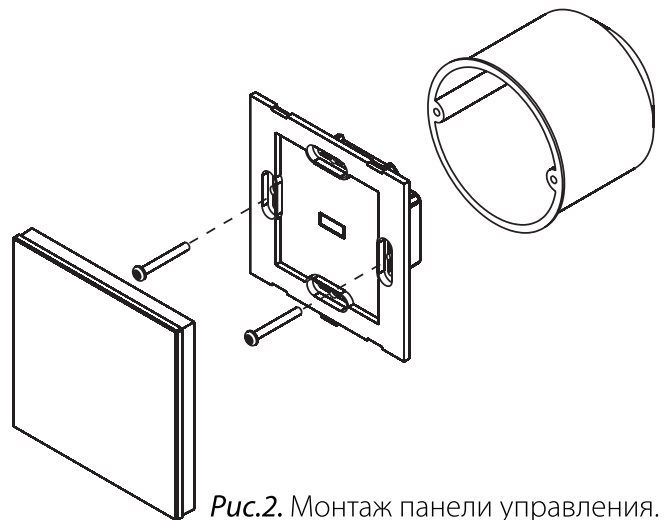

Рис.2. Монтаж панели управления.
3.4. Зафиксируйте корпус панели в монтажной коробке (Рис.2).